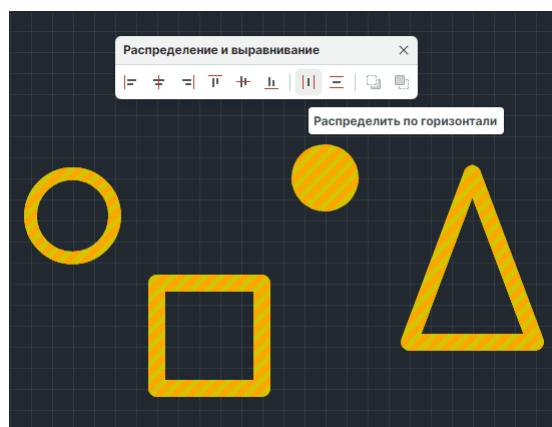

Рис. 317 Выбор инструмента
2. На панели «Распределение и выравнивание» выберите инструмент «Распределить по горизонтали», который обозначен иконкой ||, см. Рис. 317.